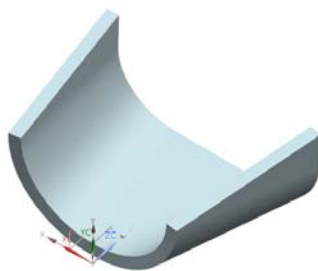

图 3-41 创建放样弯边特征示意图
(6) 在“放样弯边”对话框中单击按钮创建放样弯边特征,如图 3-41 所示。